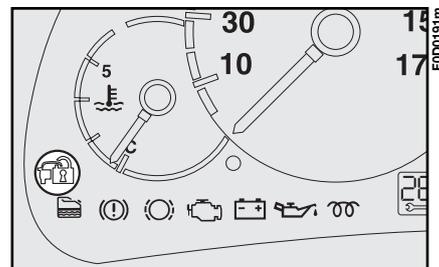

fig. 5
1) Si le code est identifié, le témoin  **fig. 5** situé sur le tableau de bord clignote pendant un très court instant; le système de protection a identifié le code de la clé et désactive le verrouillage du moteur. En tournant la clé sur **AVV**, le moteur démarre.